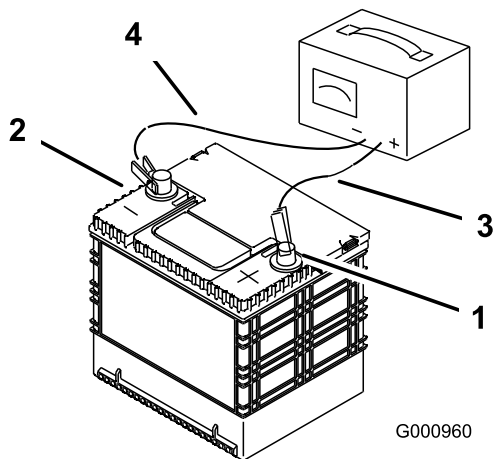

Figura 62
2. Quando a bateria estiver totalmente carregada, desligue o carregador da tomada elétrica e em seguida desligue os cabos do carregador dos bornes da bateria (Figura 62).